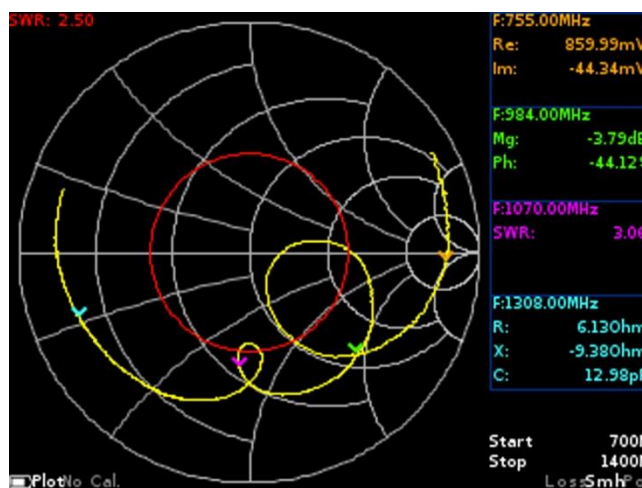

Рисунок 10.1 – На экране прибора диаграмма Вольперта - Смита
10.1.2. Координатная сетка диаграммы приведена к импедансу в 50 Ом (Рисунок 10.1). На экране рефлектометра обозначается как **Smh**. Включение или выключение отображения данной диаграммы на экране, производится, как указано в п. 9.3